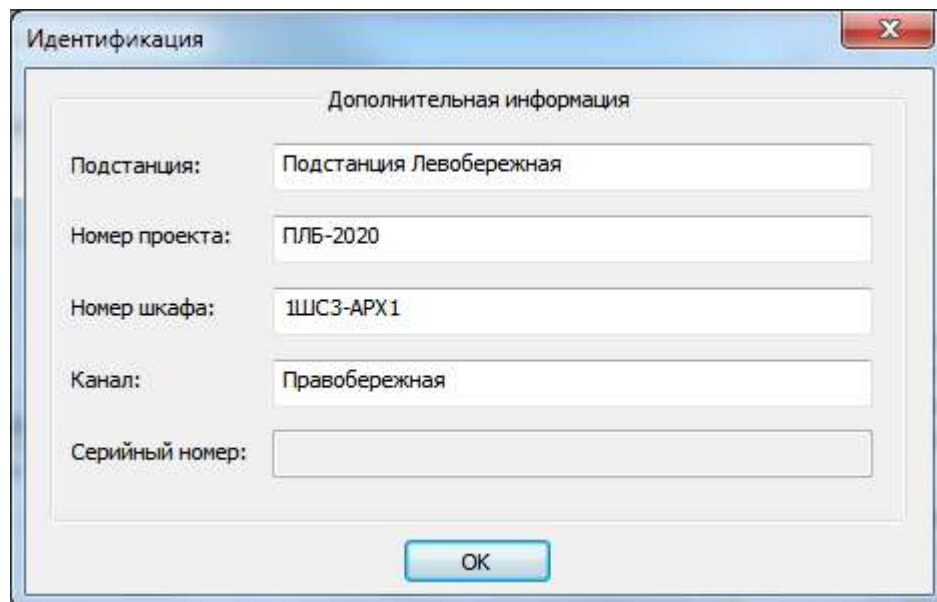

Рис. 9.65 Идентификация ПКУС СКО
- Идентифицировать ПКУС СКО (Рис. 9.65). Поля в окне «Идентификация» являются информационными. Они предназначены для идентификации устройства и принадлежности его к определенному проекту. Их изменение не влияет на функциональность ПКУС СКО. Поле «Серийный номер» устанавливается производителем и является не конфигурируемым.